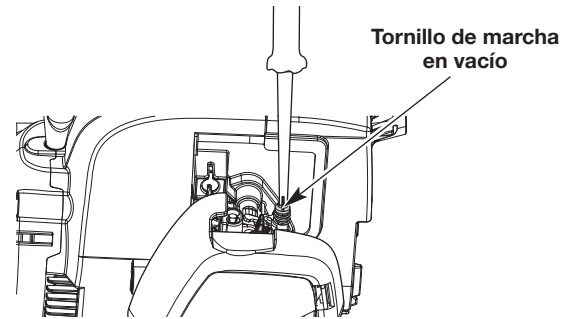

Fig. 20
2. Suelte el control del regulador y deje que el motor trabaje en vacío. Si el motor se apaga, use un destornillador pequeño Phillips para girar el tornillo de marcha en vacío en el sentido de las agujas del reloj, dándole 1/8 de vuelta cada vez (según sea necesario), hasta que el motor funcione en marcha en vacío sin inconvenientes (Fig. 20).
3. Si el motor entra en marcha en vacío muy rápidamente, gire el tornillo de marcha en vacío en sentido contrario a las agujas del reloj 1/8 de vuelta cada vez (según sea necesario) para reducir la marcha en vacío (Fig. 20).